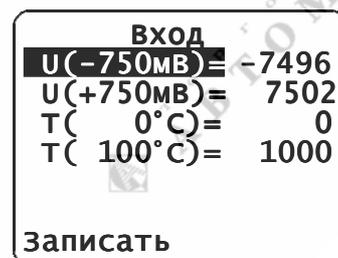

Рис. 3. Настройка входных сигналов
- с помощью кнопок  $\blacktriangleleft$  и  $\blacktriangleright$  установить курсор в положение «Вход» и нажать кнопку  $\oplus$  – отобразится меню параметров входных сигналов, значениями которых являются коды соответствия (см. рис. 3);